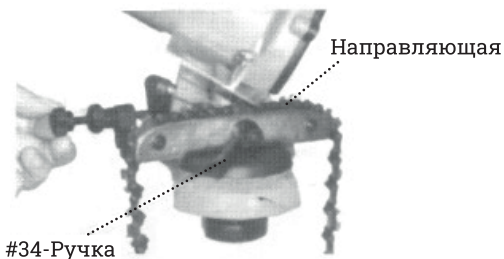

Рис. 8
8. Зафиксируйте цепь в скользящих направляющих (#31), повернув ручку (#34). См. РИСУНОК 8. Ручка (#34) должна быть расположена так, чтобы ее можно было легко отпустить и затягивать. Вам нужно будет отпускать ее каждый раз, когда вы переходите к следующему звену, и затягивать, чтобы заточить каждое звено.